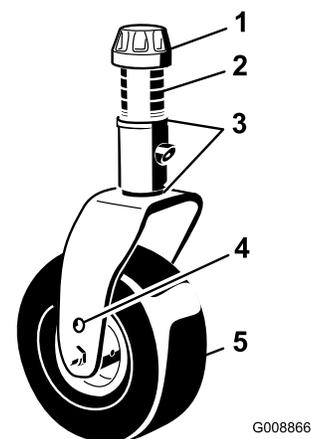

Figura 73
1. Togliete il cappuccio di tensione dall'asse del perno ed estraete il perno dal braccio della ruota orientabile (Figura 73).